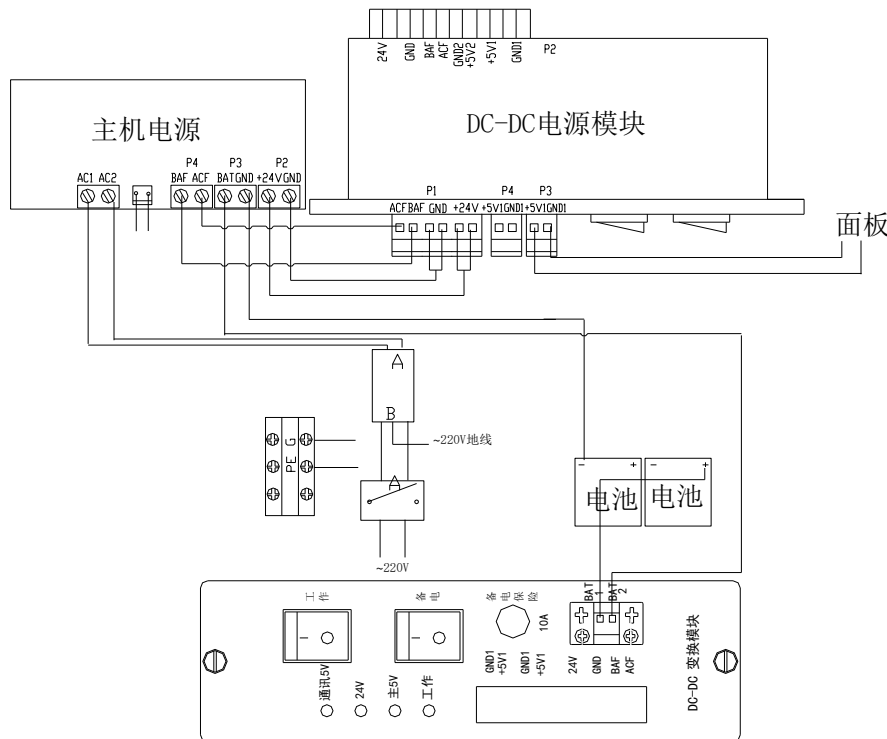

图 3-13 DH9000/T 和 DH9000/G1 监控设备电源配置
2、琴台式 DH9000/T 和柜式 DH9000/G1 监控设备电源配置包括主、备电两部分，包括主机电源、DC-DC 电源模块、变压器、蓄电池等如图 3-13 所示；主、备电电压为：